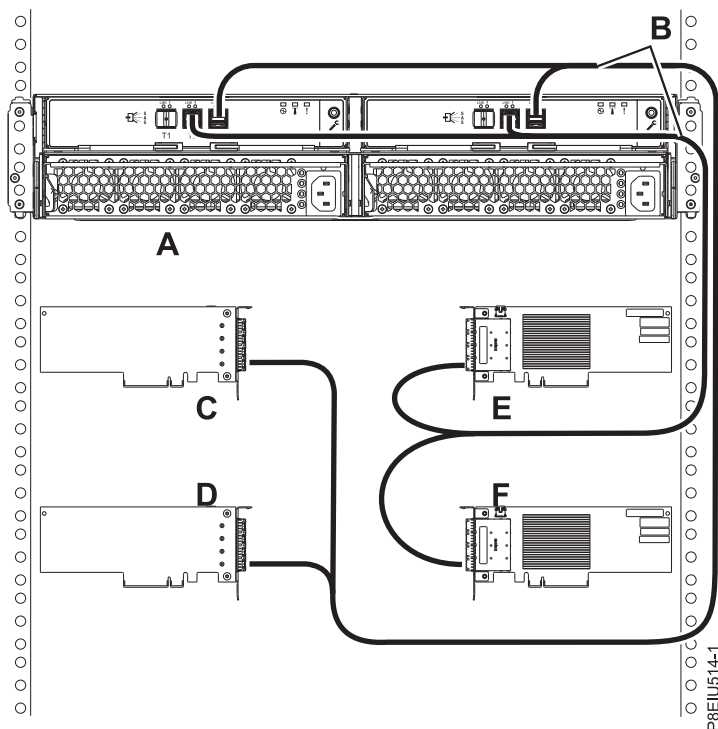

図 20. 4 つの独立した FC EJOJ アダプターまたは FC EJO M SAS アダプターへの X12 ケーブルを使用した、1 台の ESLL ストレージ・エンクロージャーまたは ESLS ストレージ・エンクロージャーのモード 4 接続
20. 23 ページの図 20 に示すように、4 台の独立した FC EJ0J アダプターまたは FC EJ0M SAS アダプターへの X12 ケーブル (B) を使用して 1 台のエンクロージャー (A) のモード 4 接続を実行してから、24 ページの『ケーブルと電源コードの接続およびカバーの取り付け』に進みます。